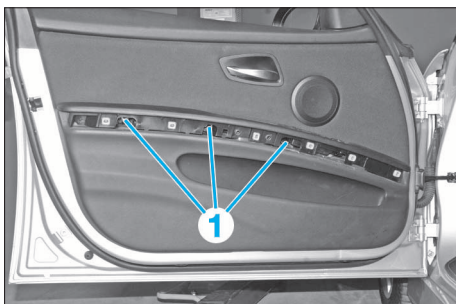

FIG. 54
- Déposer les vis de fixation (1) de garniture de porte (Fig.54).